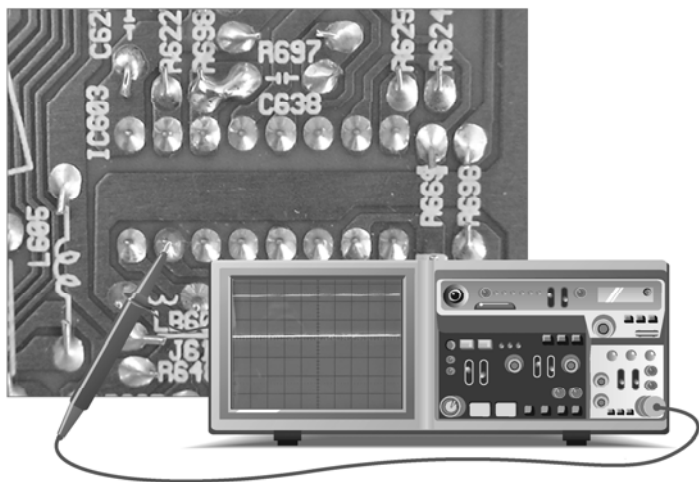

图 2-69 IC603⑮脚输出的 R 屏显信号的检测
首先将示波器探头放到 IC603 ⑮脚上，对字符 R 信号进行检测，适当调整示波器，具体操作及信号波形如图 2-69 所示。